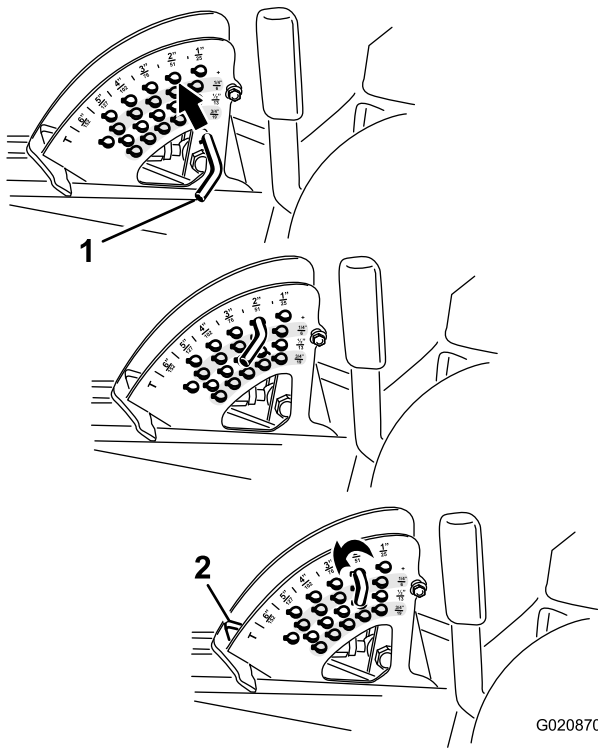

Bild 27
2. Drehen Sie den Anschlagstift so lange, bis der Rollstift innen mit den Schlitzen in den Löchern in der Schnitthöhenhalterung ausgefluchtet ist. Nehmen Sie ihn dann ab (Bild 27).
3. Wählen Sie ein Loch in der Schnitthöhenhalterung, das der gewünschten Schnitthöhe entspricht, stecken Sie den Stift ein und drehen Sie ihn nach unten, um ihn zu arretieren (Bild 27).
Hinweis: Es gibt vier Reihen der Lochpositionen (Bild 27). Die oberste Reihe ergibt die Schnitthöhe, die über dem Stift steht. Die zweite Reihe ergibt die Schnitthöhe plus 6 mm. Die dritte Reihe ergibt die Schnitthöhe plus 12 mm. Die unterste Reihe ergibt die Schnitthöhe plus 18 mm. Für die Stellung von 15,8 cm gibt es nur ein Loch, das in der zweiten Reihe ist. Mit diesem Loch werden nicht 6 mm den 15,2 cm hinzugefügt.